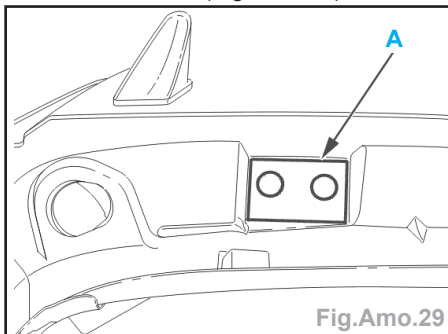

Fig.Amo.29
- Déposer en (A) un cordon de mastic butyl préformé pour assurer l'étanchéité des articulations (Fig.Amo.29).